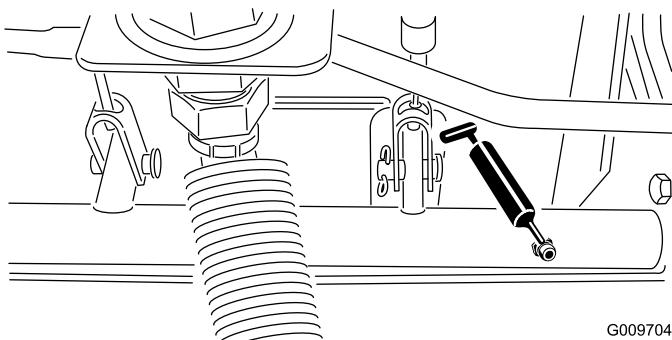

Figura 101
- Cojinetes del pivote del eje de freno (5); consulte Figura 101